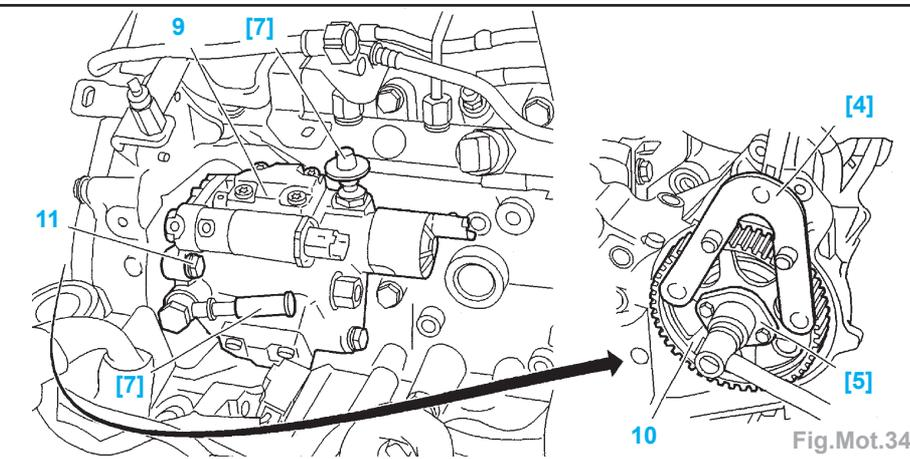

Fig.Mot.34
- Poser la bride pour décollement du pignon de pompe d'injection [5] (Fig.Mot.34).
- Desserrer puis déposer le pignon (10) d'entraînement de pompe haute pression; à l'aide de l'outil [4].
- les fixations (11),
- la pompe haute pression (9),